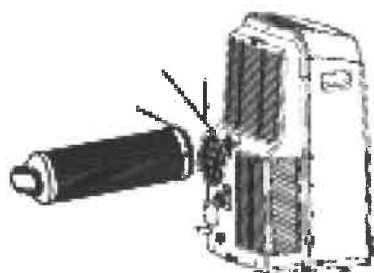

Abb. 18\*
2. Schieben Sie den Abluftschlauch in Pfeilrichtung in die Abluftöffnung (Siehe Abb. 18\*)